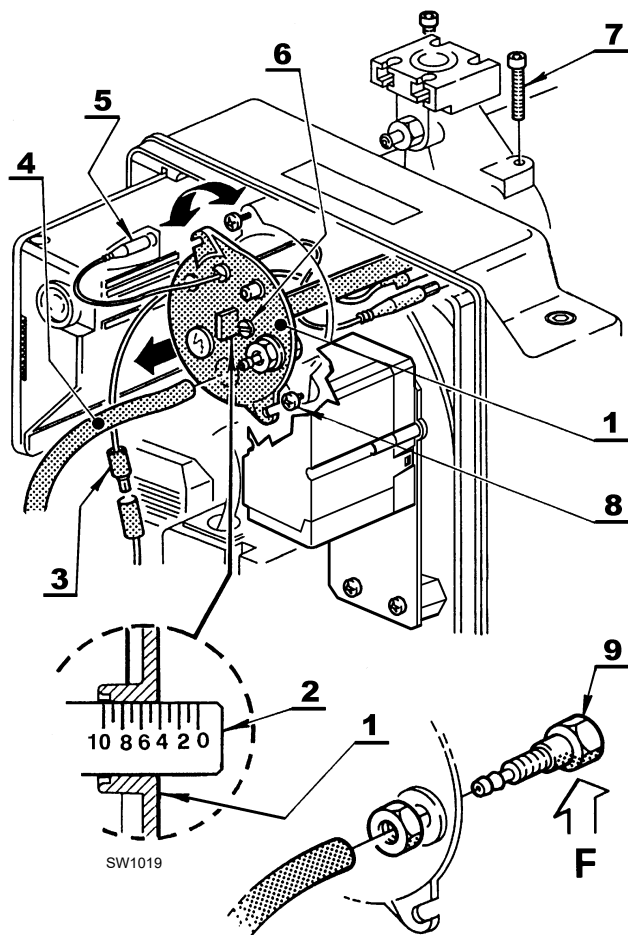

Abb. 13
Die Einstellung ist je nach Brennerdurchsatz verschieden. Zum Einstellen die Stellschraube 6)(Abb. 13) so weit im oder gegen den Uhrzeigersinn drehen, bis die am Stellbügel markierte Kerbe 2)(Abb. 13) mit der Außenfläche des Kopfblocks 1)(Abb. 13) übereinstimmt.
Für die Entnahme des Kopfblocks (Abb. 13) wie folgt vorgehen:
Es wird empfohlen die Lage Stellbügel-Kniestück 2)(Abb. 13) beim Ausbau nicht zu verändern.
Für den Wiedereinbau die obigen Angaben in umgekehrter Weise ausführen und den Kopfblock 1)(Abb. 13) wieder an seinem ursprünglichen Platz anbringen.
Die Schrauben 7)(Abb. 13) bis zum Anschlag eindrehen, aber nicht festziehen; Die Schrauben mit einem Anzugsmoment von 3 - 4 Nm festziehen.
Sollte sich die Druckentnahmestelle 11)(Abb. 13) unbeabsichtigt lockern, wird empfohlen die richtige Befestigung zu überprüfen, also sicherzustellen, dass das Bohrloch (F)(Abb. 13), das sich im Kopfblock 1)(Abb. 13) befindet, nach unten zeigt.